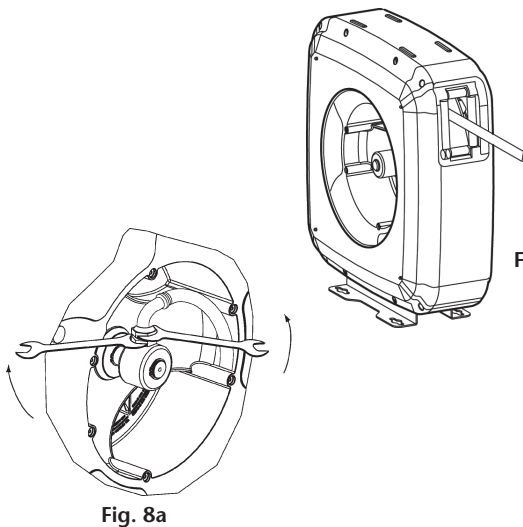
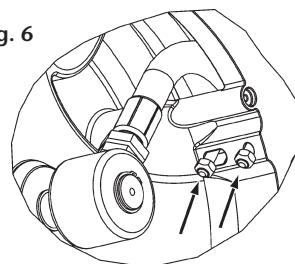

Fig. 8a
Fig. 8b
- Fix the hose to the swivel as indicated in figure 8a and fix the U bolt as shown in figure 8b.
- Fixer le flexible à la rotule comme indiqué dans la figure 8a et fixer les boulons en « U » comme illustré dans la figure 8b.
- Disconnect the hose as shown (fig. 8a). Release the hose from the disk by removing the clamp (fig. 8b).
- Desconecte la manguera usada según se indica en la imagen (fig. 8a) y libere la manguera del disco retirando el abarcón de fijación manguera (fig. 8b).
- Débranchez le flexible comme indiqué (fig. 8a). Dévissez le boulon en « U » et retirez le flexible (fig. 8b).